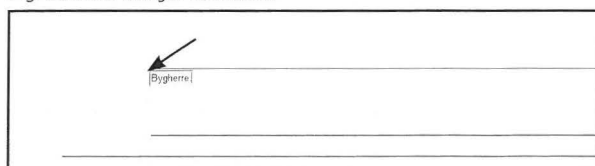

Fig. 16.18.2. Klik på tegningen, for at placere teksten. Klik derefter et sted hvor musen ikke rammer noget.
- Klik et sted på tegningen for at placere en tekstboks (Fig. 16.18.2) og skriv den ønskede tekst.